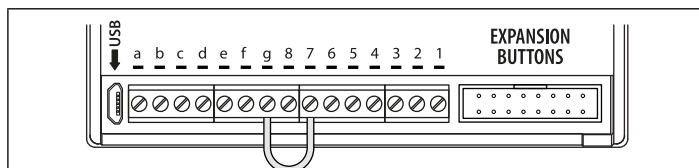

Fig. 56
2. Ponter les bornes **g** & **7** à l'arrière du module GSM, comme indiqué dans **Fig. 56**.